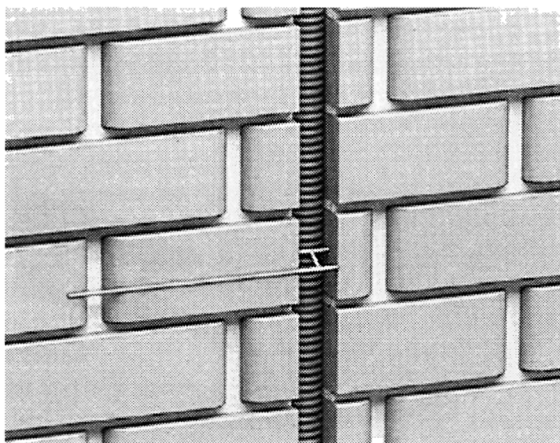

Рис. 2.92. Укладка гофрированной трубы в штрабу
**Скрытая прокладка проводки в трубах.** Для особо надежной проводки кабелей используются пластиковые трубы, гофрированные или ПВХ (рис. 2.92). Такой способ прокладки используется не так уж и часто — в помещениях с повышенной влажностью и резкими перепадами температур, например в хозяйственных неотапли-